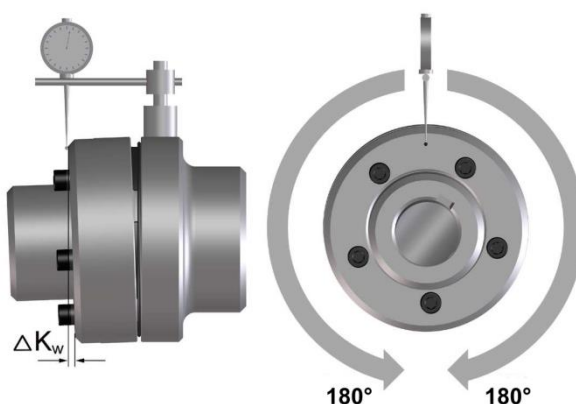

Рисунок 12
- Измерьте полный оборот (360°). При этом определите максимальное отклонение ΔK_{w1} и минимальное отклонение ΔK_{w2} (рисунок 12).